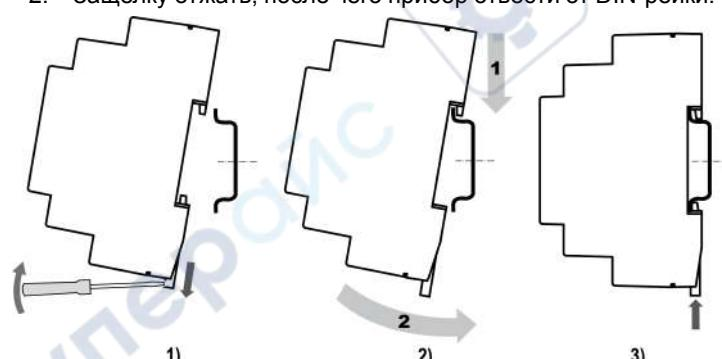

Рисунок 3 – Монтаж прибора
2. Вставив отвертку в проушину, оттянуть защелку (см. рисунок 3, 1). Прибор установить на DIN-рейку.
3. Прибор прижать к DIN-рейке (см. рисунок 3, 2, стрелки 1 и 2). Отверткой вернуть защелку в исходное положение.